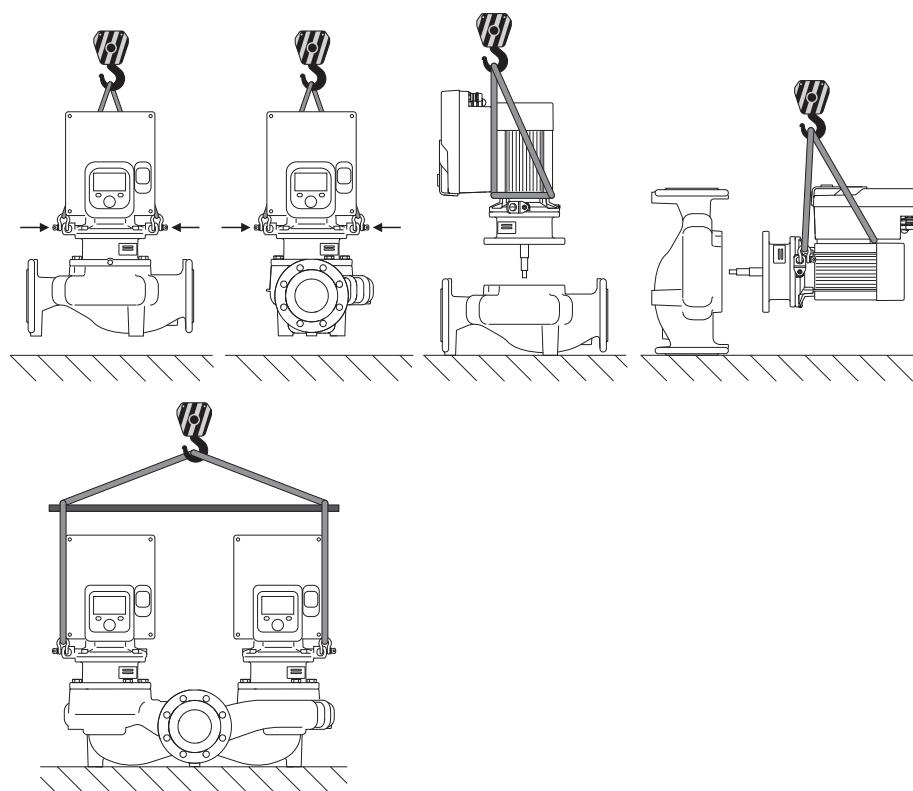

Fig. 6: Uredaj za podizanje
Transport pumpe se mora izvršiti pomoću odobrenih uređaja za dizanje i prenos tereta (npr. koturača za podizanje, dizalica itd.). Uređaji za dizanje i prenos tereta se moraju pričvrstiti na postojeće transportne ušice. Ako je potrebno, gurnite kaiševe za podizanje ispod priključnog adaptera (Fig. 6).
2. Utični sklop (Fig. 4) se radi sigurnosti mora učvrstiti na transportnim ušicama. Da se jedinica ne bi prevrnula, oko motora i adaptera elektronskog modula postaviti traku sa petljom u skladu sa Fig. 6. Prilikom pričvršćivanja izbeći oštećenje elektronskog modula.